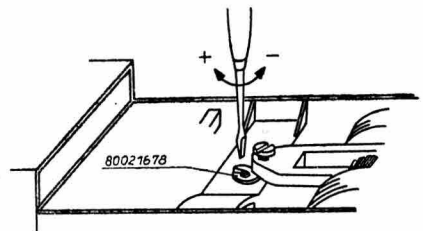

Abb. 4
- 2.5. Einstellen des Zahnradspiels zwischen Schnecke und Schneckenrad mit Einstellstück 80 02 16 78 (Abb. 4).